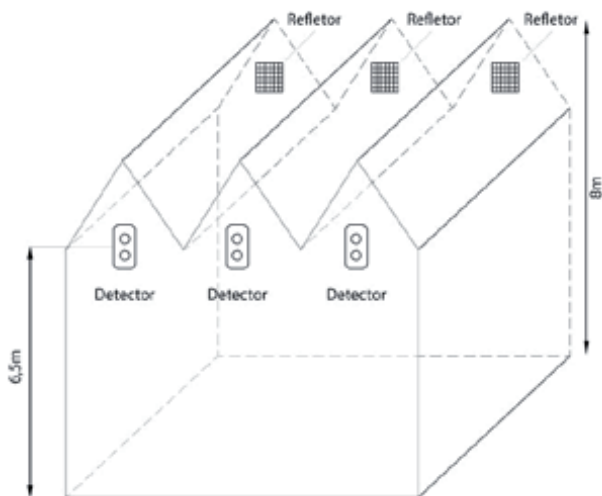

Fig. 7
d) Para estruturas que possuem teto com protuberâncias de altura de 8m o conjunto deve ser montado a uma distância de 1,5m do ponto mais alto como mostrado na Fig. 7.